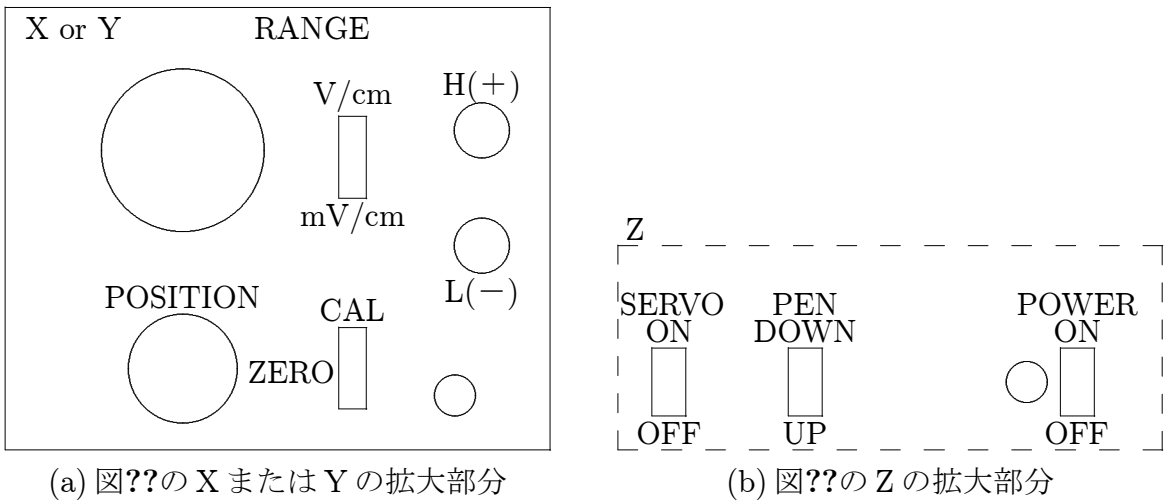

図 9.5: X-Y レコーダ部分拡大図
1. 電源コードを接続する前に POWER スイッチが OFF(図 9.5(b) 参照)を確認する。
2. PEN UP-DOWN スイッチが UP(図 9.5(b) 参照)を確認する。
3. X 軸と Y 軸の SERVO ON-OFF スイッチが OFF(図 9.5(b) 参照)を確認する。
5. CAL-ZERO スイッチが ZERO(図 9.5(b) 参照)を確認する。
1. POWER スイッチが ON(図 9.5(b) 参照)にする。
1. X 軸と Y 軸の SERVO ON-OFF スイッチを ON(図 9.5(b) 参照)にする。